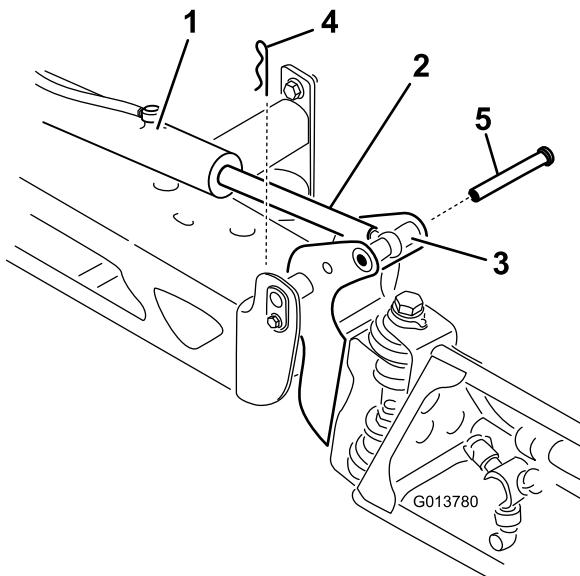

図 74
2. クレビスピングについているヘアピンを抜き取る図 74。
3. ブームを持ち上げてクレビスピングを外し、ブームをゆっくりと床面に降ろす図 74。
7. ブームを支えながら、ブームのピボットとアクチュエータロッドにクレビスピングを通す図 74。